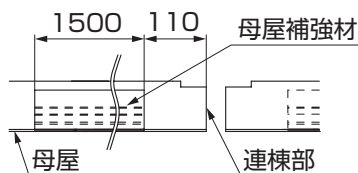

図1-4
- (3) 延長を除く縦連棟の場合
- ①端部側は「50型・56型・57型の場合」と同様に取付けてください。連棟部側は母屋補強材が全部収まるまで差込んだあと、さらに内側に110mm差込んでから【1-1】で固定してください。(図1-4参照)